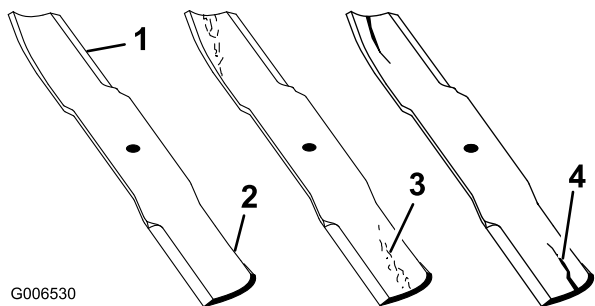
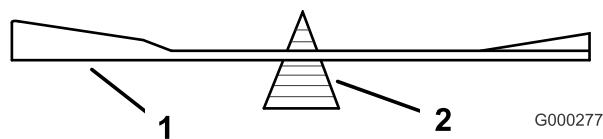

Figura 47
Figura 51
1. Inspeccione los filos de corte (Figura 47). Si los bordes no están afilados o tienen muescas, retire las cuchillas y afílelas. Consulte Afilado de las cuchillas.
2. Inspeccione las cuchillas, especialmente la parte curva (Figura 47). Si observa fisuras, desgaste o la
formación de una ranura en esta zona (elemento 3. en la Figura 47), instale de inmediato una cuchilla nueva.
2. Verifique el equilibrio de la cuchilla colocándola sobre un equilibrador de cuchillas (Figura 51). Si la cuchilla se mantiene horizontal, está equilibrada y puede utilizarse. Si la cuchilla no está equilibrada, rebaje algo del metal en la parte de la vela solamente (Figura 47). Repita este procedimiento hasta que la cuchilla esté equilibrada.